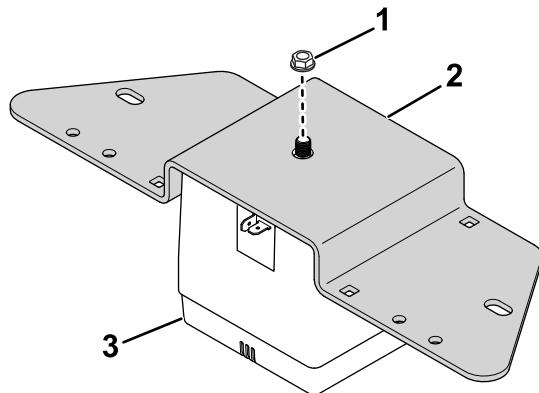

Bild 25
13. Befestigen Sie die Hupe an der Hupenhalterung mit der vorhandenen Mutter an der Hupe (Bild 25).